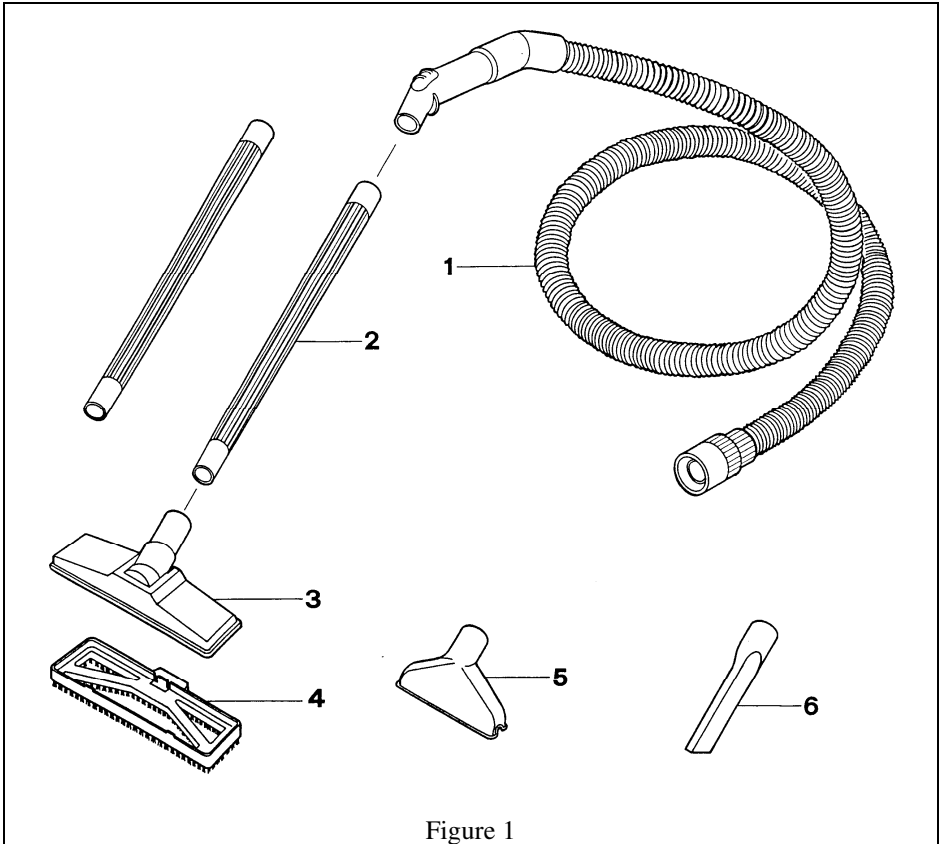

Figure 1
4. Renverser la cuve et insérer les roues (rep 29, figure 1) par pression
6. Remettre la tête sur la cuve et verrouiller les deux crochets (rep 18, fig.1).
1. Monter les deux parties du tube (rep 2, figure 1)
2. insérer l'embout de flexible côté cuve (rep.1, figure 1) dans la prise de flexible (rep.21, figure 2)
3. insérer l'embout de flexible côté canne (rep.1, figure 1) dans le tube (rep 2, figure 1)
4. choisir l'accessoire adapté à votre travail (rep.4, 5 ou 6, figure 1), et l'insérer dans le tube(rep 2, figure 1).
- Les poussières doivent être aspirées avec les filtres mousse (rep25, fig1) et coton (rep26, fig1) ou le sac papier (rep27, fig1) mis en place, vérifier leurs état de propreté, les changer ou les laver si nécessaire (sauf le sac).
- Pour l'aspiration des liquides, enlever le filtre coton et le sac papier, garder uniquement le filtre mousse (rep24, fig1).